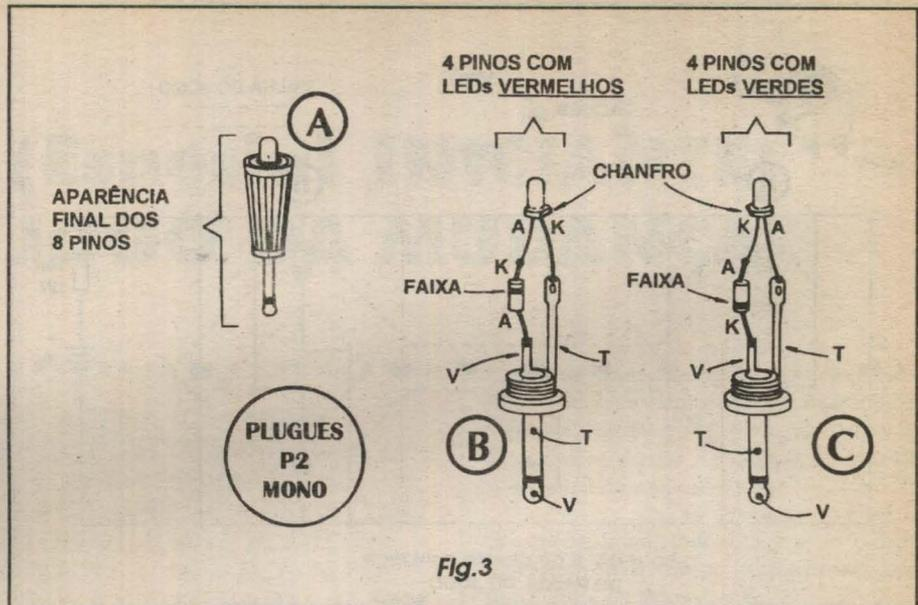

Fig.3
- FIG. 3 - CONFECCÃO E LIGAÇÕES INTERNAS DOS PINOS DO JOGO...